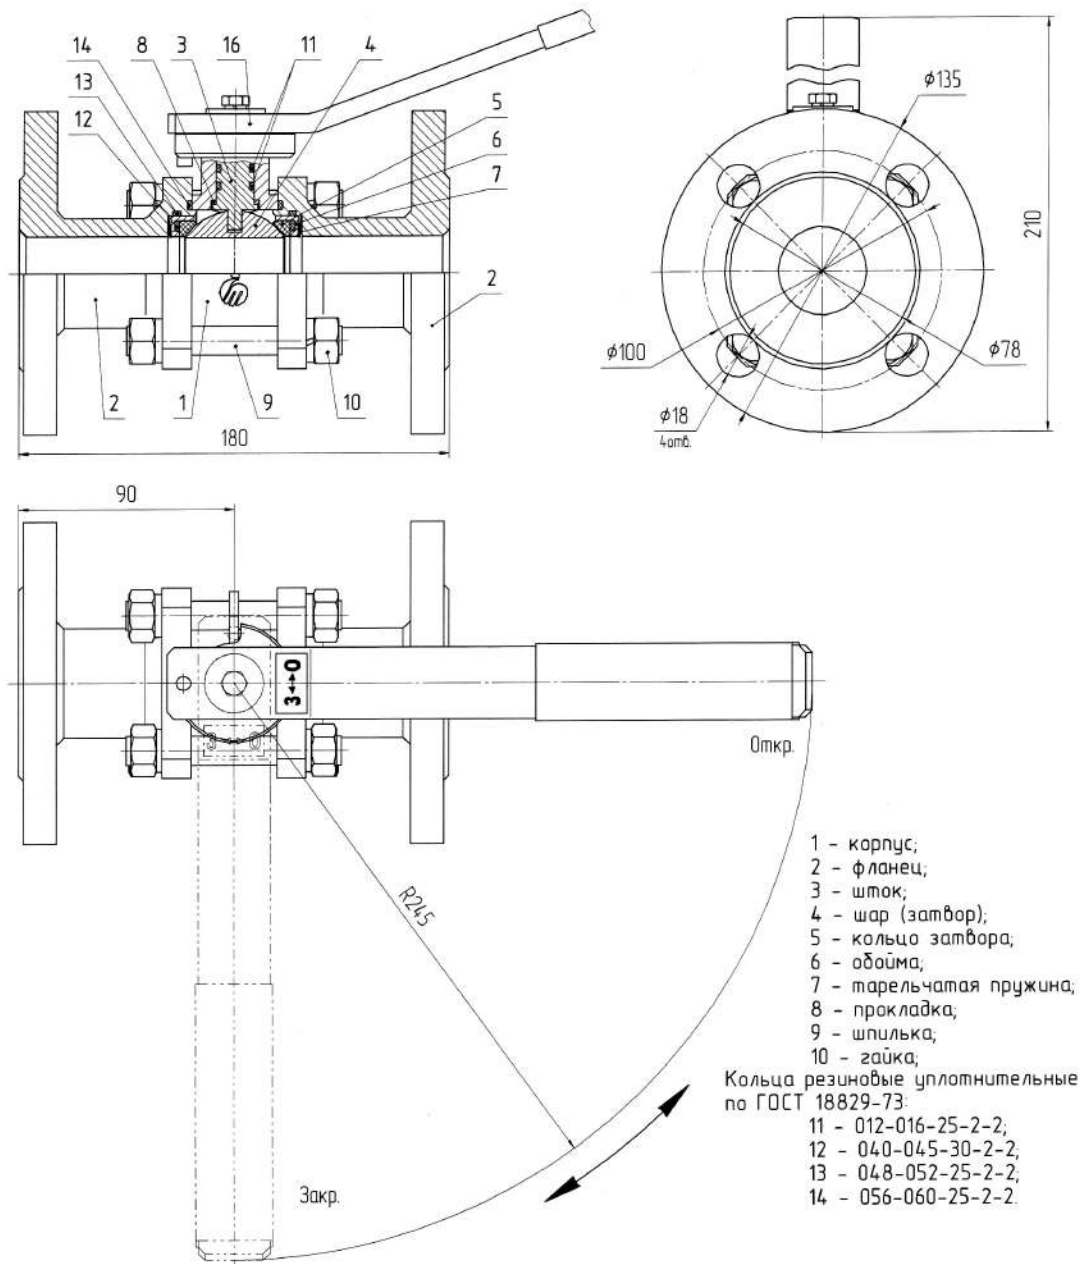

Рисунок 1 - Кран шаровой фланцевый КШ-32
1.1 Кран шаровой фланцевый КШ-32 (рисунок 1) предназначен для работы в качестве запорной арматуры на трубопроводах, транспортирующих природные, искусственные, углеводородные (в том числе сжиженные) и другие неагрессивные газы под давлением не более 1,6 МПа (краны не используются для транспортировки пищевых продуктов). Климатическое исполнение "У" категории размещения 1 по ГОСТ 15150-69 с ограничением нижнего значения диапазона температур окружающего воздуха до минус 35°C, с расширением верхнего значения до плюс 45 °С.
4.1.3 Срок хранения до 20 лет при соблюдении периода переконсервации (см. п.5.3). Перед пуском в работу изделия, при хранении свыше 7 лет с момента изготовления, необходимо произвести замену резиновых уплотнительных колец (см. рис.1).